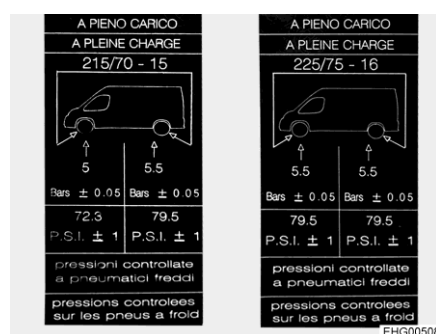

Fig. 188 Etiqueta adhesiva de información acerca de la presión de los neumáticos en la columna B (ejemplo)
- ▷ En el interior de la columna B se han fijado etiquetas adhesivas de información indicando la presión necesaria para los neumáticos (véase Fig. 188).